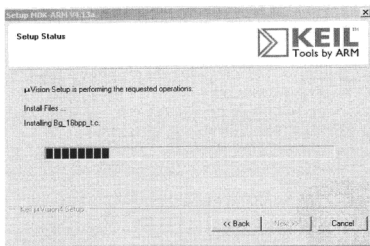

图 4.4.5 Keil MDK 安装进行中
⑤ 再次单击 Next 就进入实质的安装过程了, 如图 4.4.5 所示。
⑥ 安装完毕后, 可看到 2 个选项: 保持当前 μ Vision 的设置; 载入以下选择的工程实例,